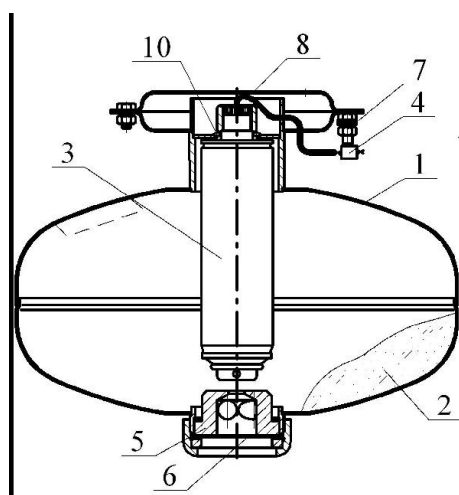
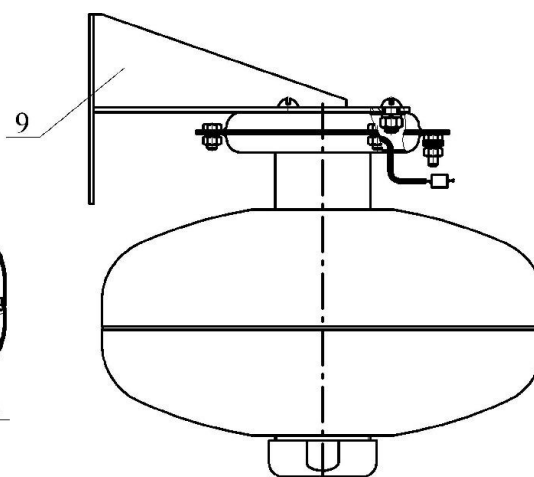

Figura 1
Figura 2
4.1.1 Modulul MPP (vezi Figurile 1 și 2) este compus din carcasa **1** în care sunt amplasate pulberea de stingere (PS) **2** și sursa de gaz rece (SGR) **3** cu elementul declanșator electric **4**. În partea inferioară a carcasei este amplasat pulverizatorul **5**, al cărui orificiu de evacuare este obturat de membrana **6**. Modulul este prevăzut cu borna de împământare **7**. Partea superioară a carcasei MPP este prevăzută cu suportul **8** pentru montajul pe tavan (Figură) sau suportul **9** pentru montajul pe perete (vezi Figura 2).
6.2 Fixați suportul 8 (vezi Figura 1) pe tavan sau suportul 9 (vezi figura 2) pe perete. Coordonatele orificiilor din suportul pentru fixarea MPP pe tavan sunt indicate în Figurile 3a, iar cele pentru fixarea MPP pe perete sunt indicate în Figurile 3b.
- CGS-6 (M)-01 SIAV 066614.025.000 TU pentru MPP în versiune normală sau CGS-6 (M)-02 SIAV 066614.025.000 TU pentru MPP în versiune specială (vezi elementul 3 din Figura 1) – 1 bucată;
- inel de cauciuc 020-026-36 GOST 9833-73 (vezi elementul 10 din Figura 1) – 1 bucată;
- pulbere de stingere ISTO-1 TU 2149-001-54572789-00 (vezi elementul 2 din Figura 1) – 6,0 kg;
- membrană SIAV 634233.006.003 (vezi elementul 6 din Figura 1) – 1 bucată.